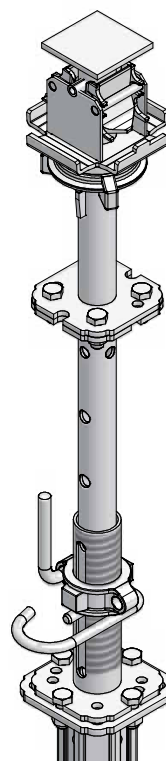

Abb. 10.2 Mit MD-Fallkopf
- 68 bis 120 cm mit MD-Fallkopf (Abb. 10.2)